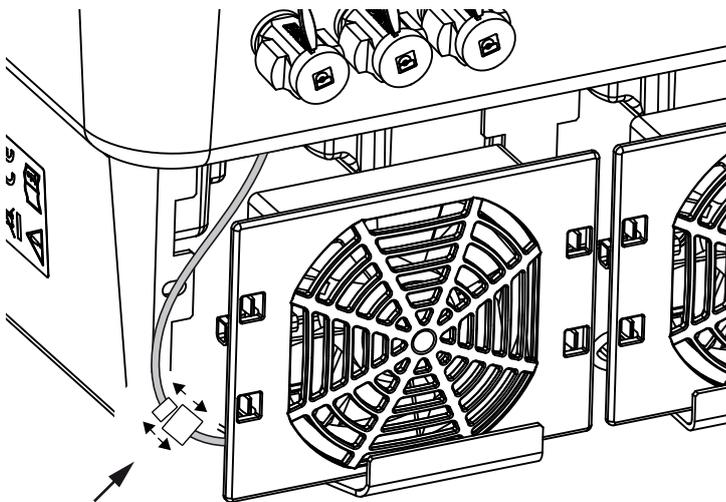

Fig. 75: Remova o cabo do ventilador
4. Retire completamente a unidade de ventilação da caixa. Para isso, desligue o conector do cabo do ventilador.  **Fig. 75**